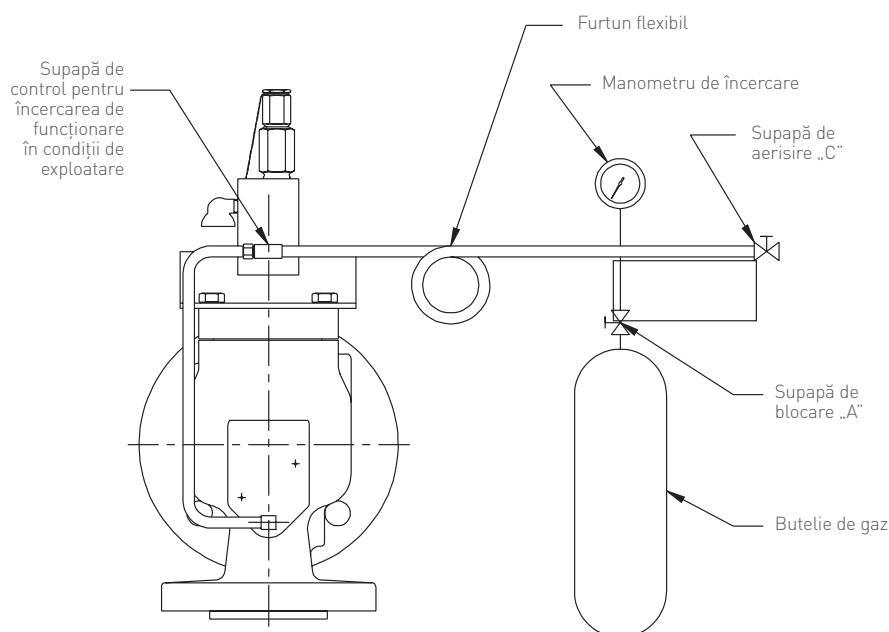

FIGURA 5
3.1.2 Pentru supapele pilot echipate cu un montaj de încercare în condiții de exploatare (Figura 5), îndepărtați montajul de pe corpul pilotului (Figura 5). Deșurubați bucușă din ansamblu și îndepărtați arcul și obturatorul alternativ.